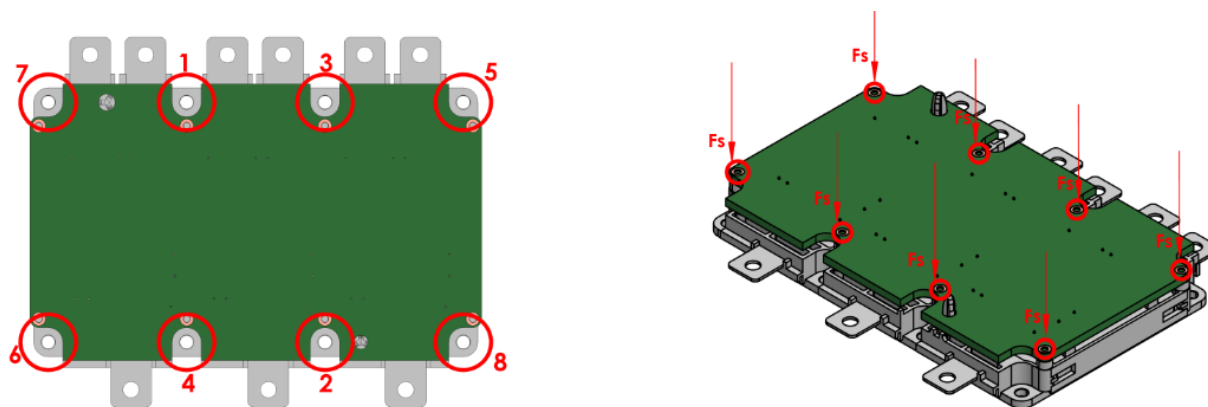

图 20. 功率模块装配散热器的螺钉顺序
将功率模块组装到底板上时，请务必遵循图 20 中所示的顺序。这是固定螺钉的唯一推荐顺序。
2. 模块夹持方式：这种方法更适合大批量生产工艺。将带有 PCB 组件的模块放入散热器后，在旋入过程中，可以用总大小为 $F_S = 2 \text{ kN}$ 的力夹紧模块。可以在 PCB 安装螺钉孔所在的区域施加夹紧力，如图 20 所示。